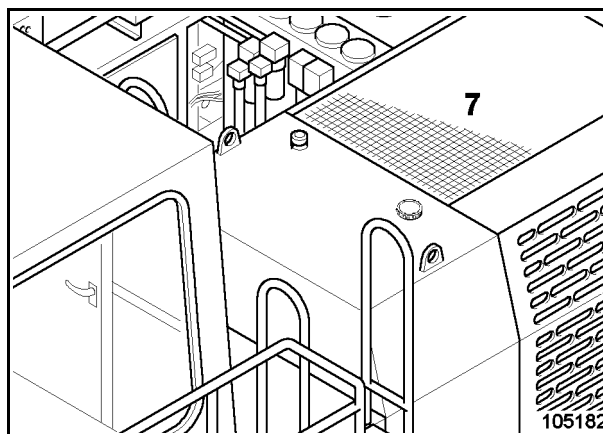

Fig. 3-71:
- Démontez la grille (7, Fig. 3-71:) au-dessus du radiateur d'huile.